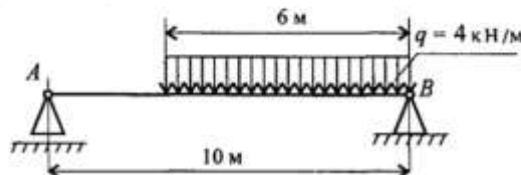

Рис. 6.9
1. Замените распределенную нагрузку сосредоточенной и определите расстояние от точки приложения равнодействующей до опоры A (рис. 6.9).